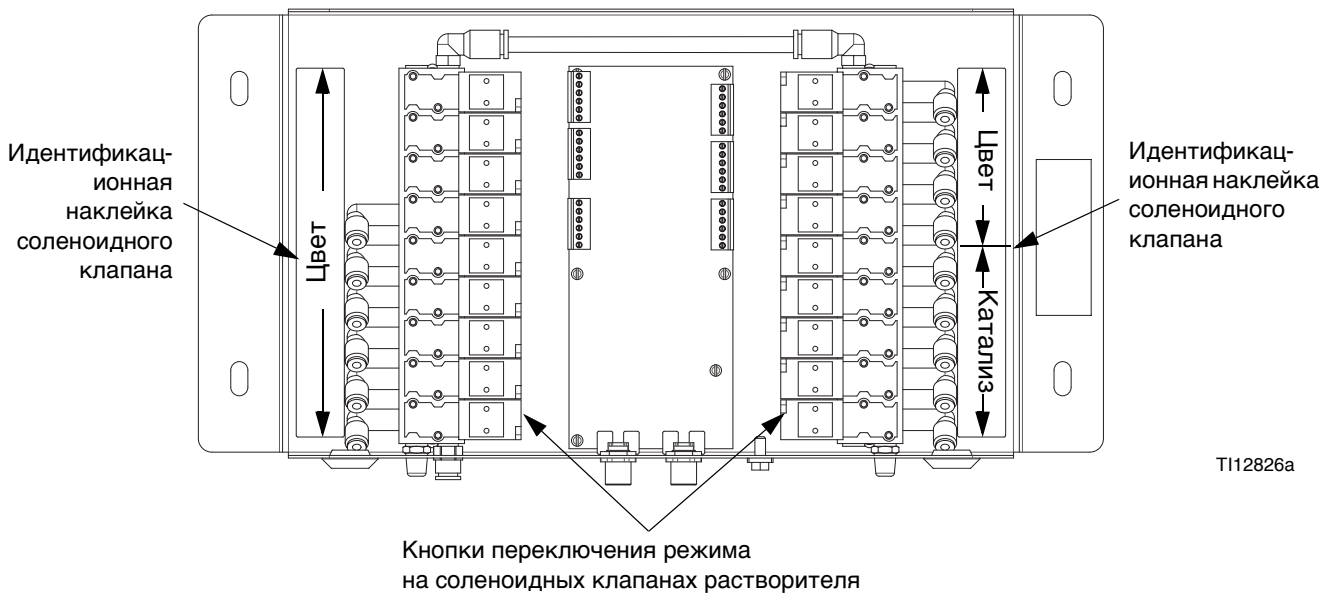

Рис. 2. Соленоидные клапаны смены цвета
4. См. Рис. 2. Откройте модуль смены цвета. Используя идентификационные наклейки на соленоиде в качестве указателя, нажмите и удерживайте кнопку переключения режима на каждом соленоидном клапане смены цвета до тех пор, пока поток из пробоотборного клапана не остановится.
4. См. Рис. 2. Откройте модуль смены цвета. Используя идентификационные наклейки на соленоиде в качестве указателя, нажмите и удерживайте кнопку переключения режима на каждом соленоидном клапане цвета до тех пор, пока поток из клапана сброса А не остановится.
6. См. Рис. 2. Используя идентификационные наклейки на соленоиде в качестве указателя, нажмите и удерживайте кнопку переключения режима на каждом соленоидном клапане катализатора до тех пор, пока поток из клапана сброса В не остановится.